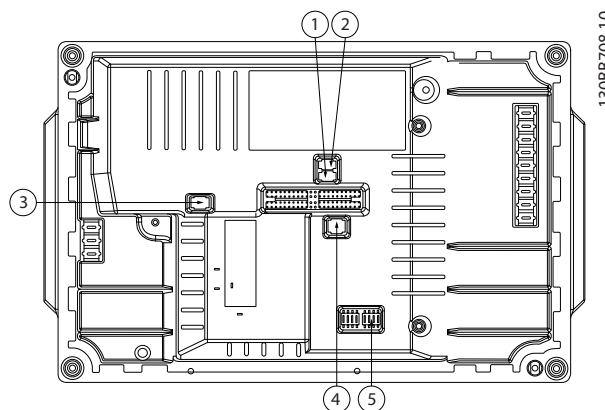

Ilustración 2.11 Ubicación de los interruptores DIP
Consulte la *Ilustración 2.11* para obtener más información.
- El interruptor S801 (BUS TER.) se puede utilizar para activar la terminación del puerto RS-485 (terminales 68 y 69). Consulte *Ilustración 2.11* más arriba.